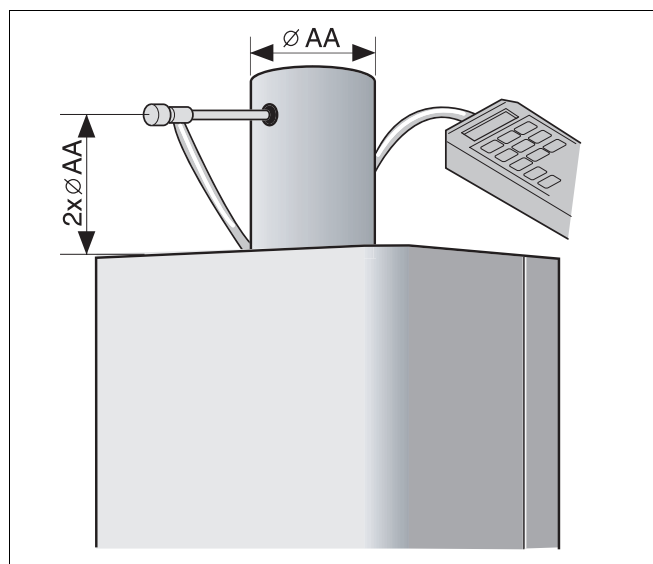

Fig. 19 Raccordo sistema aria comburente - gas combusti
- Praticare un foro nella parte anteriore del tubo dei gas combusti, ca. $2 \times \varnothing AA$ (collegamento per gas combusti) prima del collegamento per gas combusti (fig. 19).